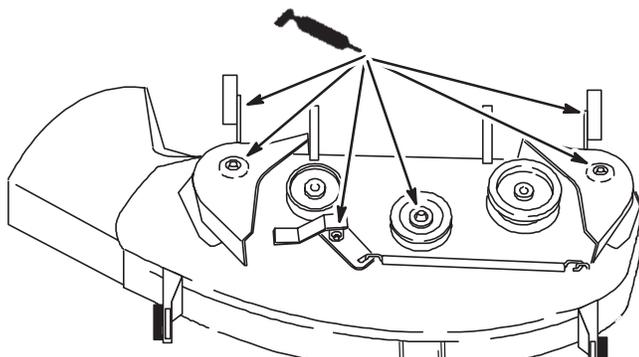

Figure 25
1. Lubrifiez les axes des lames, le bras de la poulie de tension et les roulements des roues de jauge (Fig. 25).